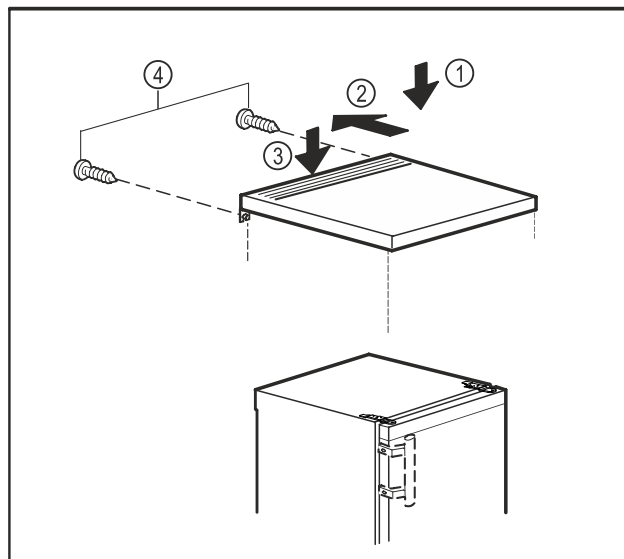

Fig. 11
- Vendosni pllakën e sipërme mbi pajisje. Fig. 11 (1)
- Shtyni pllakën e sipërme për nga pas. Fig. 11 (2)
- Shtyni për poshtë pllakën e sipërme në pjesën e pasme. Fig. 11 (3)
- Shtrengoni vidat në pjesën e pasme. Fig. 11 (4)